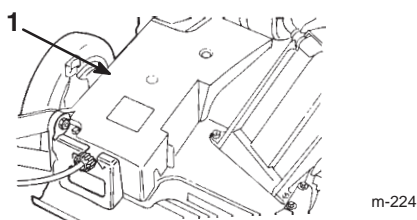

Figure 22
3. Enlevez les boulons qui fixent le couvercle de courroie à la tondeuse (Fig. 22).